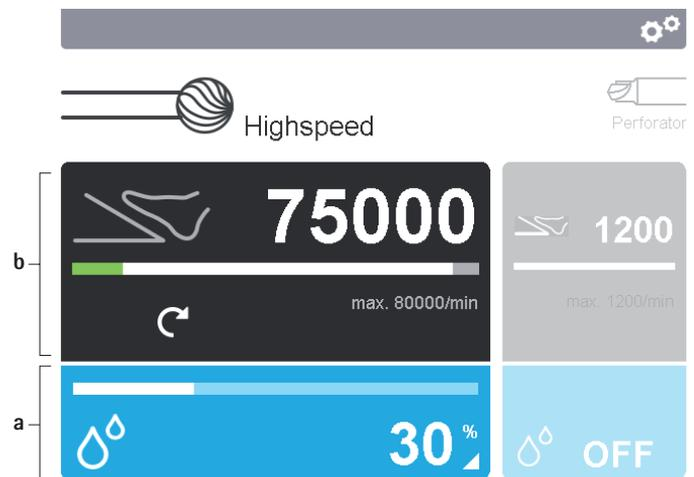

Fig. 5 Aktivera manöverfält
- Ändra inställningsparametrarna för användningsdelen: Aktivera manöverfältet för användningsdelen **b** i displayen 2, se Fig. 5.